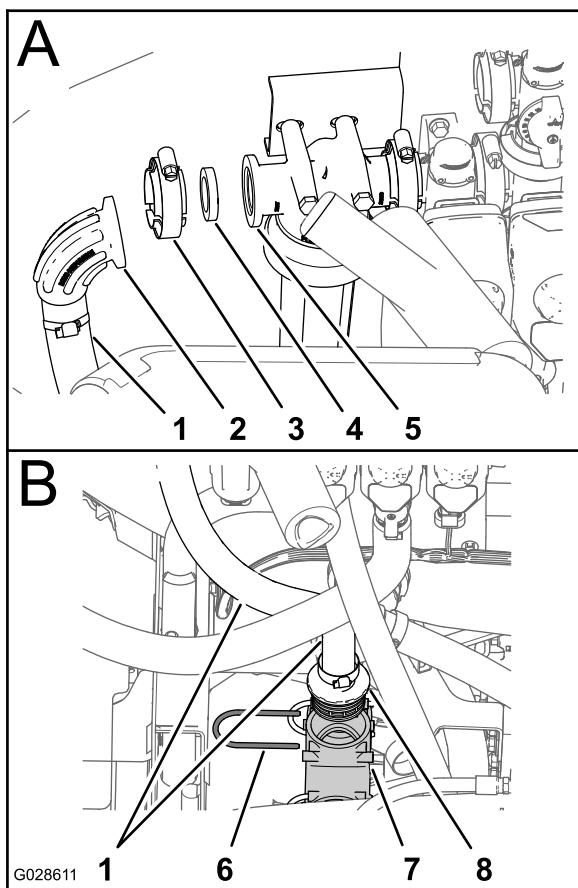

图 17
1. 从压力式滤头上卸下法兰夹具、垫片、弯头和进水软管图 17 的 A。
2. 拆下将进水软管的直通宝塔接头固定到打药机系统下 T 形接头的卡环然后从机器上拆下进水软管图 17 的 B